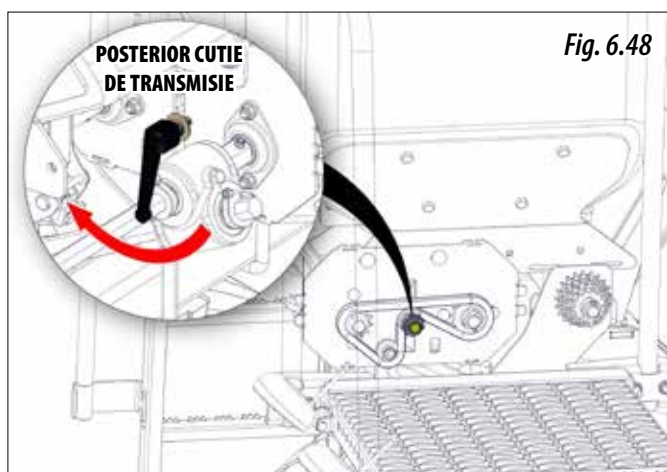

Fig. 6.48
- 4- Montați din nou lanțul și întindeți-l cu ajutorul roții dințate de întindere, strângeți bine maneta. (Fig. 6.48).